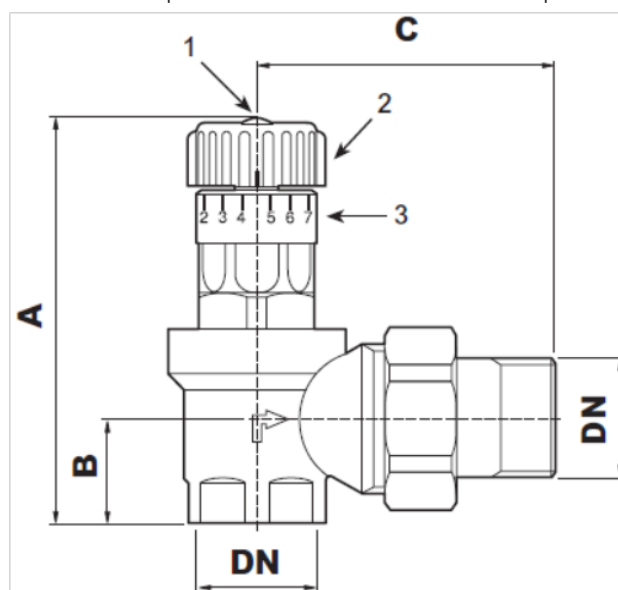

fig. 80 -
- Allentare la vite di bloccaggio della manopola (1) (vedi "fig. 80 -").
- Tarare la valvola alla pressione differenziale di apertura ΔP girando la manopola (2) (vedi "fig. 80 -").
- A taratura avvenuta riavvitare la vite di fissaggio(1) (vedi "fig. 80 -").